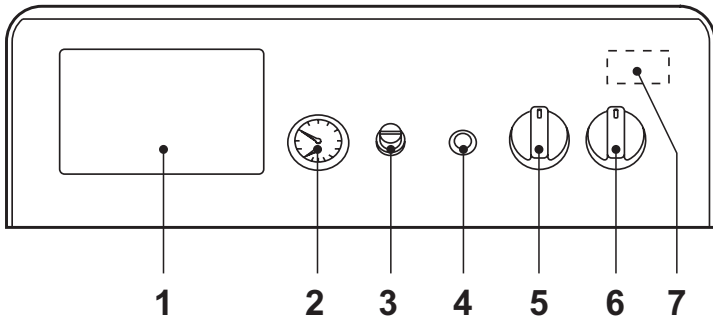
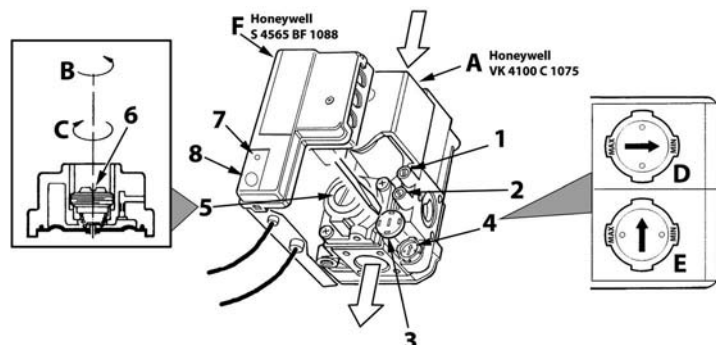

рис. 1 - Панель управления
рис. 4 - Регулирование давления
- Установите главный выключатель "6" в положение 1 (рис. 1).
- Если котел оборудован электронным термостатическим блоком управления, установленным в положении 1 на рис. 1, пользователь должен также соблюдать инструкции, предоставляемые изготовителем данного блока.
Поворнув ручку 5 на рис. 1 по часовой стрелке, температура воды в системе отопления повышается и наоборот. Температуру воды в системе отопления можно регулировать в пределах от 30° до 90°. Однако не рекомендуется эксплуатировать котел при температуре ниже 45°.
Задать с помощью термостата температуры воздуха в помещении нужную температуру внутри помещения. По команде от комнатного термостата котел нагревает воду в системе отопления до температуры, заданной с помощью термостата регулировки котла 5 de рис. 1. При достижении в помещении желаемой температуры котел выключается.
При заполнении холодной системы отопления, давление воды, контролируемое по показаниям установленного на котле водомера поз. 2 на рис. 1, должно составлять примерно 1,0 бар. Если во время работы давление воды в системе упало (из-за испарения растворенных в воде газов) до величины ниже вышеуказанного минимума, пользователь должен открыть кран подачи воды и довести давление до первоначального значения. По окончании операции всегда закрывайте кран подачи воды.
Подключите манометр к штуцеру отбора давления 2 (рис. 4), расположенному после газового клапана, затем переведите ручку термостата котла (поз. 5 - рис. 1) на максимум.
Сняв защитную пробку 5 (рис. 4), регулируйте давление газа с помощью винта 6 на желаемое значение (см. таблицу технических данных и диаграммы изменения мощности, приведенных в сар. 5).
2. Снимите с газового вентиля маленький защитный колпачок 3 (рис. 4). С помощью маленькой отвертки регулируйте "СТУПЕНЬ" розжига на основании выбранного для работы газа (G20-G25 положение D рис. 4 или G30-G31 положение E рис. 4); установите защитный колпачок на место.